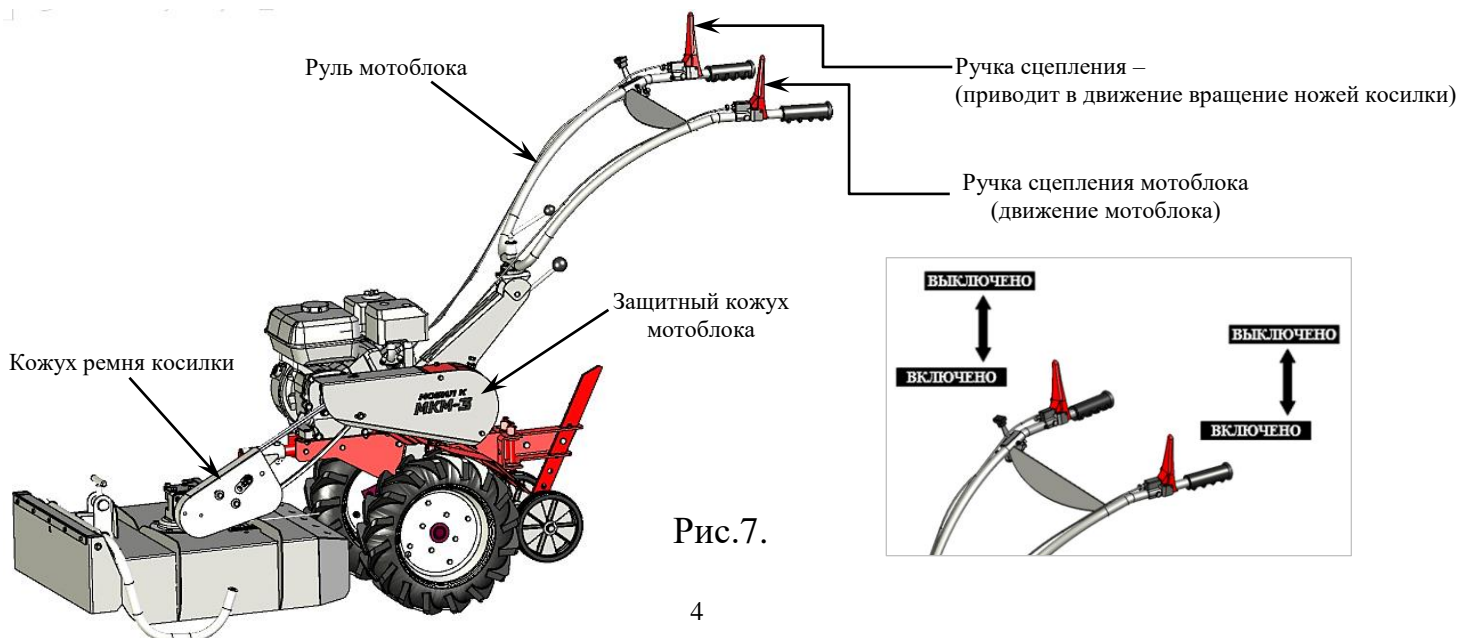

Рис.7.
6.2.3 Установить (одеть) ремень косилки на шкив мотоблока. Отрегулировать натяжение ремня. Перед установкой ремня снять защитный кожух мотоблока и кожух ремня на косилке (см. Рис.7).
Установить на место защитный кожух мотоблока и кожух ремня на косилке (см. Рис.7).
Запустить двигатель мотоблока. Включить первую скорость. Включить привод клиноременной передачи косилки, нажав рычаг ручки сцепления (см. Рис.7.). При нахождении ручки сцепления в нижнем положении, при работающем двигателе мотоблока, начинается вращение ножей косилки, в верхнем положении - вращение ножей косилки остановлено (см. Рис.7.). Включить ручку сцепления мотоблока – начать движение. При нахождении ручки сцепления в нижнем положении начинается движение мотоблока, в верхнем положении – движение остановлено (см. Рис.7.).